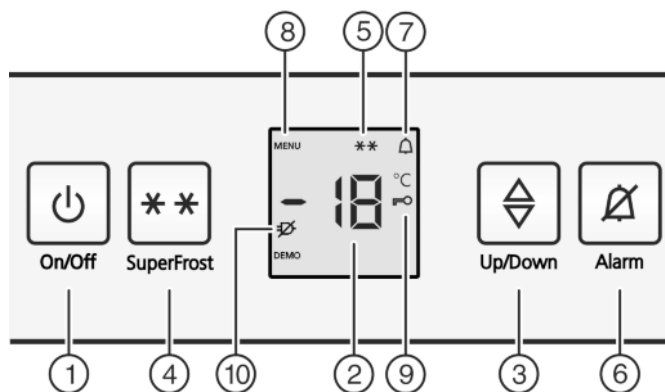

Fig. 2
- Appuyez sur la touche marche/arrêt Fig. 2 (1).
- ▶ Activer le mode de réglage : appuyer sur la touche SuperFrost Fig. 2 (4) pendant env. 5 secondes.
- ▷ Le symbole Menu Fig. 2 (8) apparaît dans l'affichage.
- ▶ Confirmez en appuyant brièvement sur la touche SuperFrost Fig. 2 (4).
- ▷ Le symbole Sécurité enfants Fig. 2 (9) s'allume dans l'affichage.
- ▶ Pour mettre fin au mode de réglage : Appuyer brièvement sur la touche On/Off Fig. 2 (1).
- ▷ Le symbole Sécurité enfants Fig. 2 (9) s'éteint.
- ▶ Appuyer sur la touche Alarme Fig. 2 (6).
L'affichage de la température clignote en même temps que le symbole Alarme Fig. 2 (7).
L'avertisseur sonore s'éteint automatiquement et le symbole Alarme Fig. 2 (7) et l'affichage de température arrête de clignoter lorsque la température est de nouveau suffisamment froide.